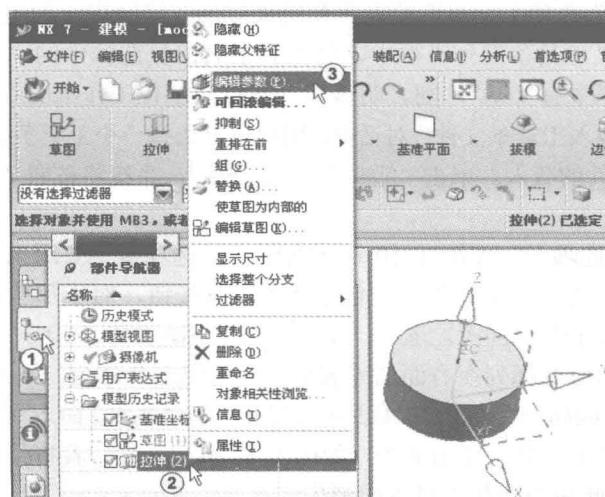

图 1-7 “部件导航器”快捷菜单
单击“部件导航器”图标^①, 如图 1-7 中①所示。弹出“部件导航器”, 可以清楚地看到建模过程。如果要对某一步进行修改, 可先选中该步骤, 如图 1-7 中②所示, 然后单击鼠标右键, 系统将弹出快捷菜单, 如图 1-7 中③所示, 可以对此进行多种操作。